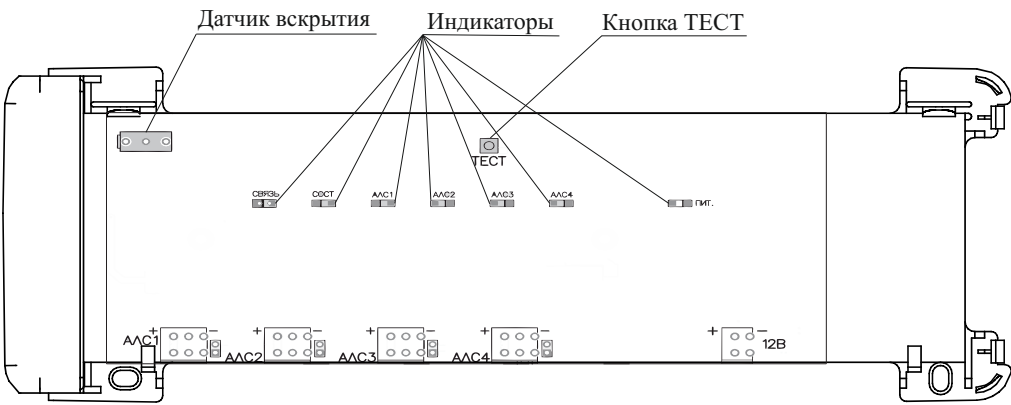

Рисунок 3 – Лицевая сторона со снятой крышкой
- 5.1 Модуль конструктивно выполнен в пластмассовом корпусе. Корпус состоит из двух частей – основания и крышки (рисунки 1 и 2). Крышка имеет окна для индикаторов ПИТАНИЕ, СОСТ., СВЯЗЬ, «АЛС1», «АЛС2», «АЛС3», «АЛС4», расположенных на плате (рисунок 3). Крышка откидная, фиксируется на основании с помощью двух замков.
- 5.3 В основании имеются вырезы для подвода проводов к клеммным колодкам, расположенным на плате. Внутри корпуса на основании расположена плата с электронными компонентами (рисунок 3).